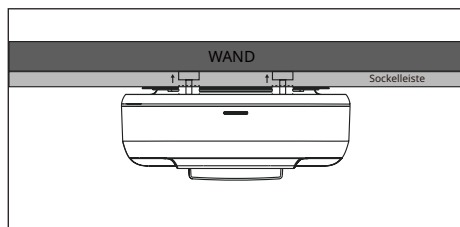

Abb. 1
4. Sorgen Sie im Normalbetrieb für einen freien und ungehinderten Bereich im Abstand von 100 cm vor dem Gerät und 50 cm auf dessen rechter und linker Seite. (siehe Abb. 1)